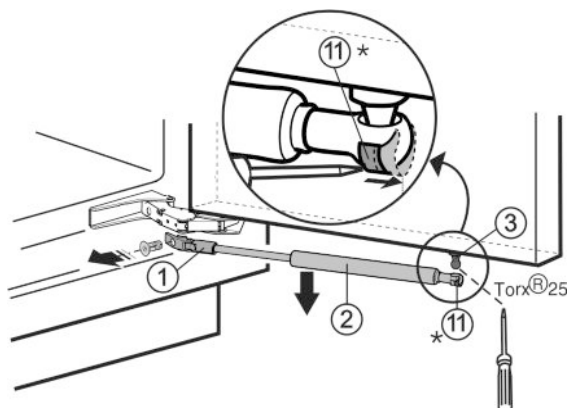

Fig. 3
- ▶ Spanveer Fig. 3 (11) met een schroevendraaier naar buiten schuiven.*
- ▶ Sluitdemper Fig. 3 (2) naar beneden toe wegnemen.
- ▶ Houder Fig. 3 (1) afschroeven.
- ▶ Kogeltap Fig. 3 (3) eraf schroeven (Torx® 25).